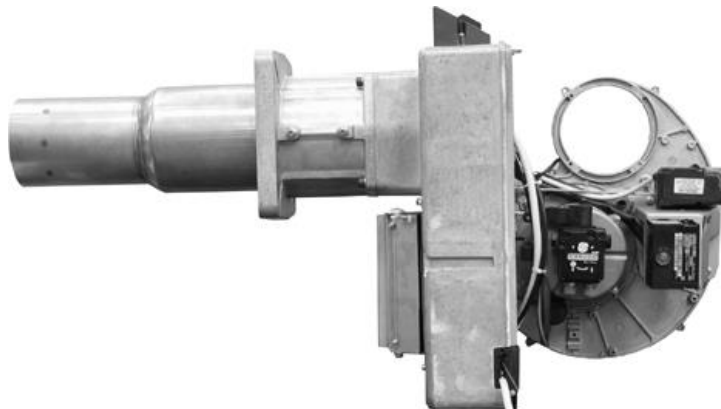

Fig. 46
- Hängen Sie die Brennerplatte ein, wie in Abb. 46 gezeigt.